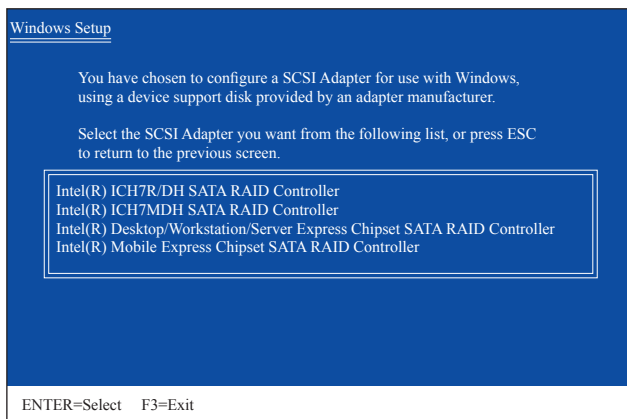
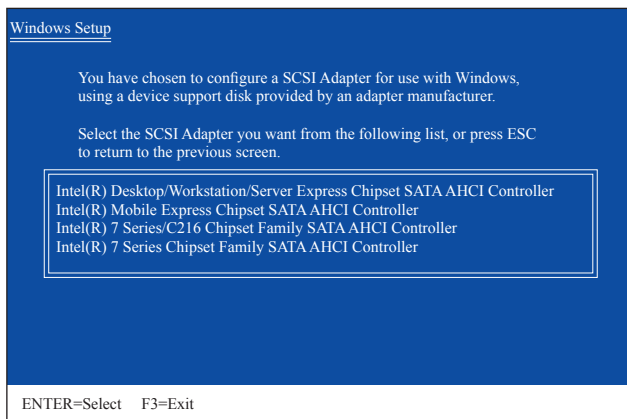

図 3
図 4
SATA RAID/AHCIドライバを含むフロッピーディスクを挿入し、<Enter>を押します。次に、以下の図 3 のようなコントローラメニューが表示されます。**Intel(R) Desktop/Workstation/Server Express Chipset SATA RAID Controller** を選択し、<Enter>を押します。AHCI モードの場合、キーボードの矢印キーを使用して **Intel(R) 7 Series/C216 Chipset Family SATA AHCI Controller** アイテムにスクロールし <Enter> を押します(図 4)。